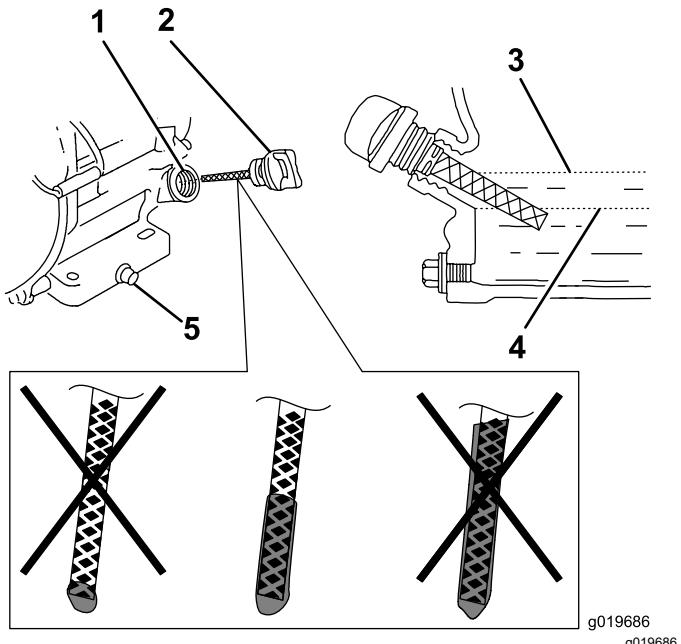

Рисунок 30
- Выньте масломерный щуп и проверьте уровень масла в двигателе (Рисунок 30).